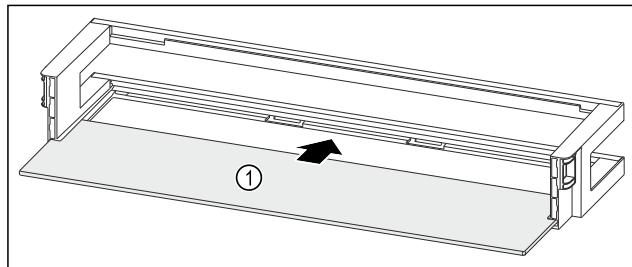

Fig. 66 Estantes en la contrapuerta con estante
- ▶ Introduzca el estante Fig. 66 (1) en las entalladuras laterales.